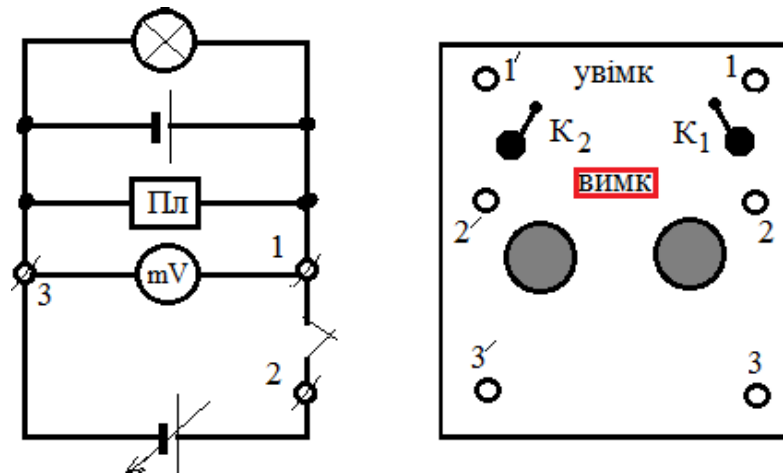

Рис. 7. Схема установки для дослідження залежності ЕРС сонячної батареї від освітленості її поверхні
5. Дослідження залежності ЕРС сонячної батареї від освітленості її поверхні (рис.7).